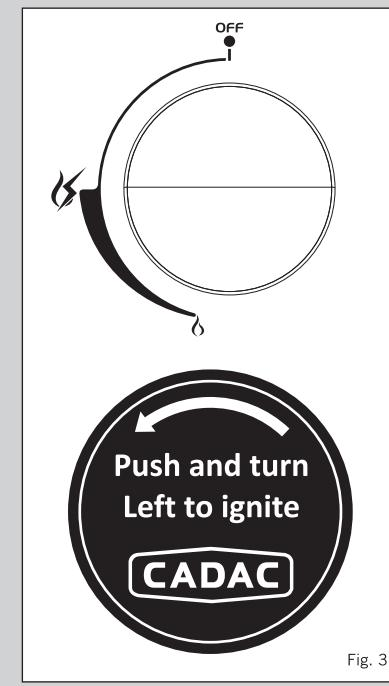

Fig. 3
- Använd reglagen för att justera den individuella lågans intensitet till önskad nivå genom att vrida den moturs för att minska lågan och medurs för att öka den (se bild 3).